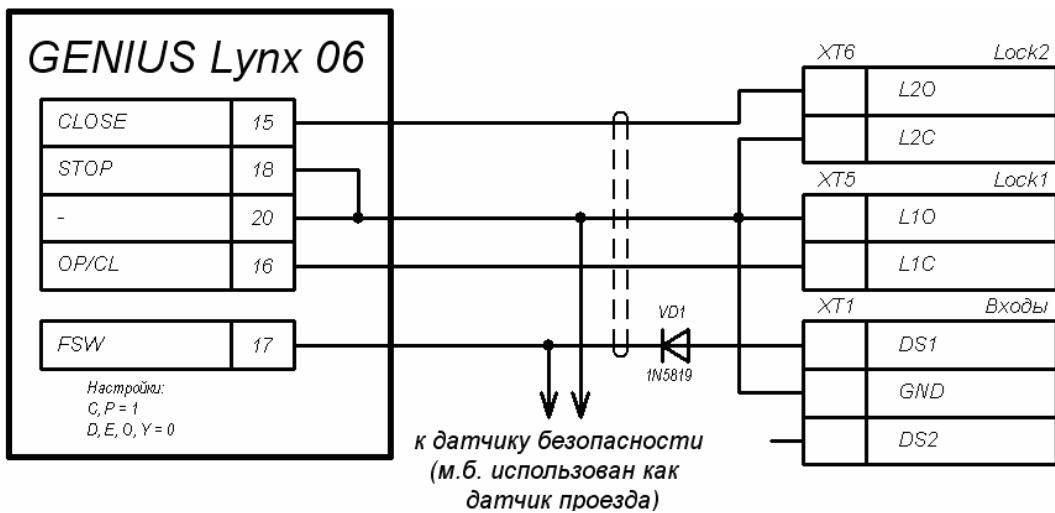

Рисунок 8. Схема подключения шлагбаума GENIUS SPIN с блоком управления LYNX 06 к контроллеру автотранспортной проходной
- Схема подключения шлагбаума *GENIYS SPIN* с блоком управления *LYNX 06* представлена на рис. 8.